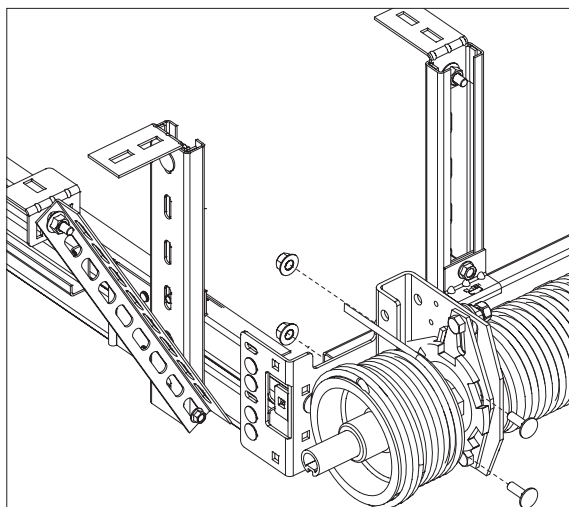

Рис.26.5
- 3)** Монтировать часть вала, устанавливаемую с левой стороны ворот (рис.26.5):